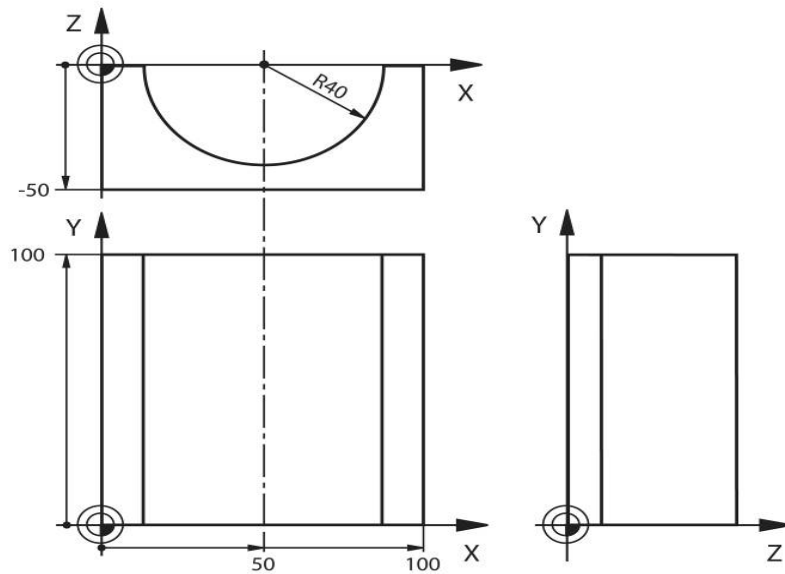

Рис. 5.34. Вогнутый цилиндр, подлежащий обработке
- цилиндр фрезеруется продольно, то есть в соответствии с рис. 5.34 параллельно оси Y;